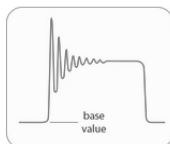

图 9-40 信号基准约束规则
- “Signal Base Value”（信号基准约束规则）：用于设置低电平最大值。如图 9-40 所示为该项设置示意图。